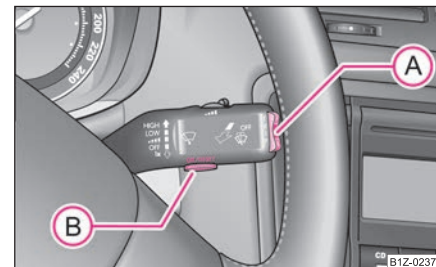

Fig. 153 Display-ul cu informații: Elementele de comandă
- Prin apăsarea scurtă a tastei **(A)** ⇒ pagina 139, fig. 153 puteți răsfoi în memoria telefonului în căutarea numelor, resp. a meniurilor.